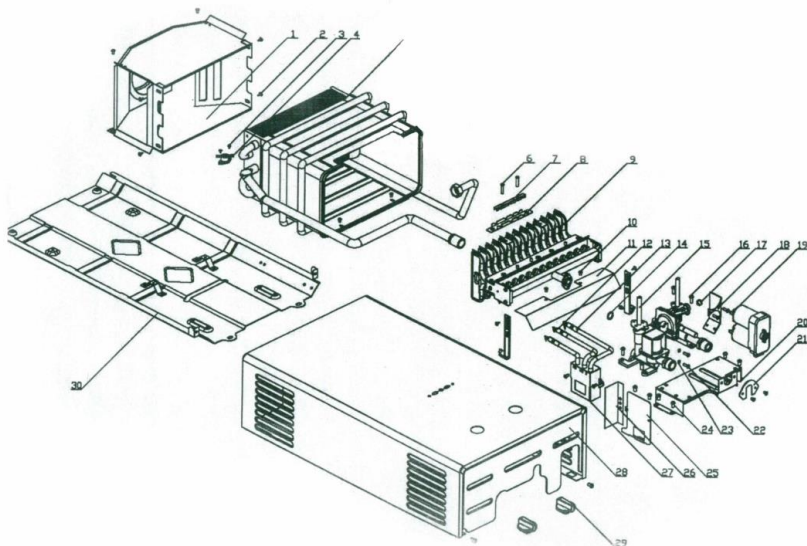

Рисунок 7.1. Запасные части водонагревателя
7.14. Приобрести запасные части Вы можете, обратившись в техническую поддержку на официальном сайте www.gazoapparat.com. Перечень запасных частей водонагревателя показан на рис. 7.1.